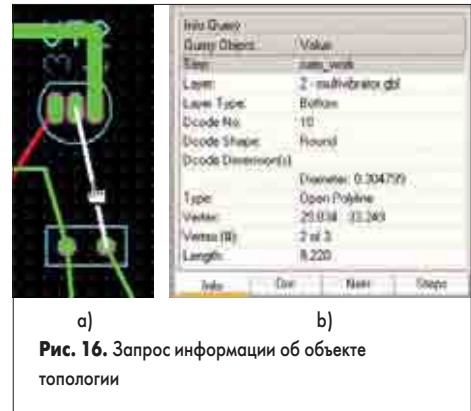

Рис. 16. Запрос информации об объекте топологии
2. Наведем указатель мыши на интересующий нас объект и выполним один щелчок левой кнопкой мыши (рис. 16, a).
Информация об указанном объекте будет отображена на панели управления (рис. 16, b). Легко видеть, что наш объект представляет собой незамкнутую полилинию (Type: Open Polyline), нарисованную аперттурой D10 (Dcode No: 10) круглой формы (Dcode Shape: Round) диаметром 0.304799 мм на слое 2 — Multivibrator.gbl типа Bottom.